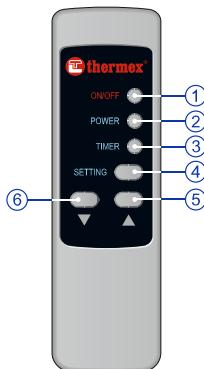

Fig. 4. Pupitre de télécommande des modèles « ID ».
7.2.8. Pupitre de télécommande des modèles « ID » (Fig. 4).
Figure 4: 1 – bouton « ON/OFF » / Marche/Arrêt, 2 – bouton « Power » / Sélection de puissance, 3 – bouton « Timer » / Mode de chronomètre, 4 – bouton « Setting » / Sélection, 5 – bouton d'augmentation, 6 – bouton de diminution.
Le bouton « Power » (Fig. 4, p. 2) sur le pupitre de commande permet de commuter les modes de puissance entre « Single Power » et « Double Power ». Le bouton « Setting » (Fig. 4, p. 4) correspond au bouton « > » du panneau de commande. Le bouton « Timer » correspond au bouton « < » et le bouton « On/Off » (Fig. 4, p. 1) correspond au bouton « ① ». Les boutons « ▲ » (Fig. 4, p. 5) et « ▼ » (Fig. 4, p. 6) permettent le réglage des paramètres.